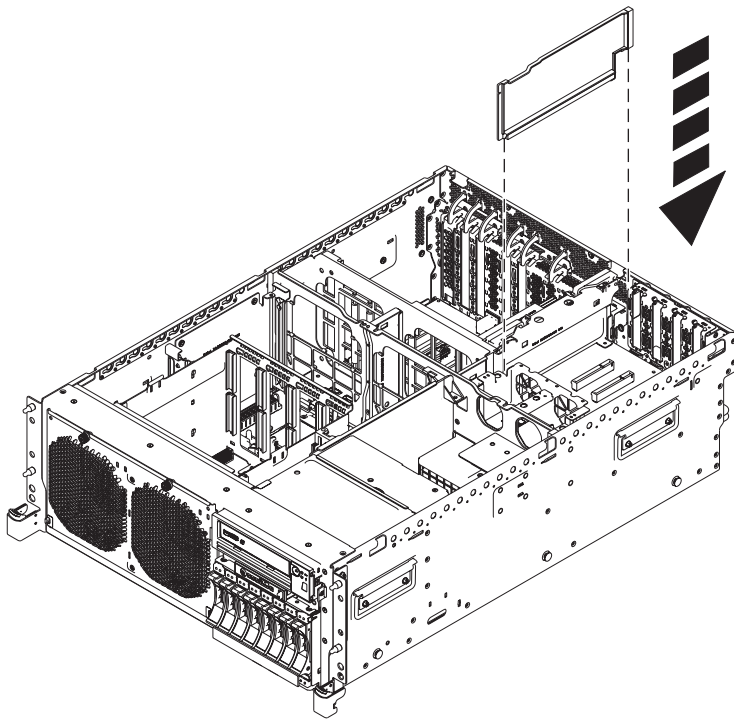

Figure 44. Installation d'une grille d'aération de carte d'extension dans une unité centrale montée en armoire
8. Installez le blindage plastique (PN 46K5417) entre le taquet bleu et le premier emplacement PCIe, comme indiqué à la figure 44, à la page 54.